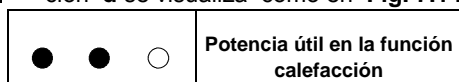

Fig. 7.14 Potencia útil en la función calefacción
- 3 Para entrar en la modalidad de la potencia útil en la función calefacción, los indicadores luminosos de señalación **d** se visualiza como en **Fig. 7.14**